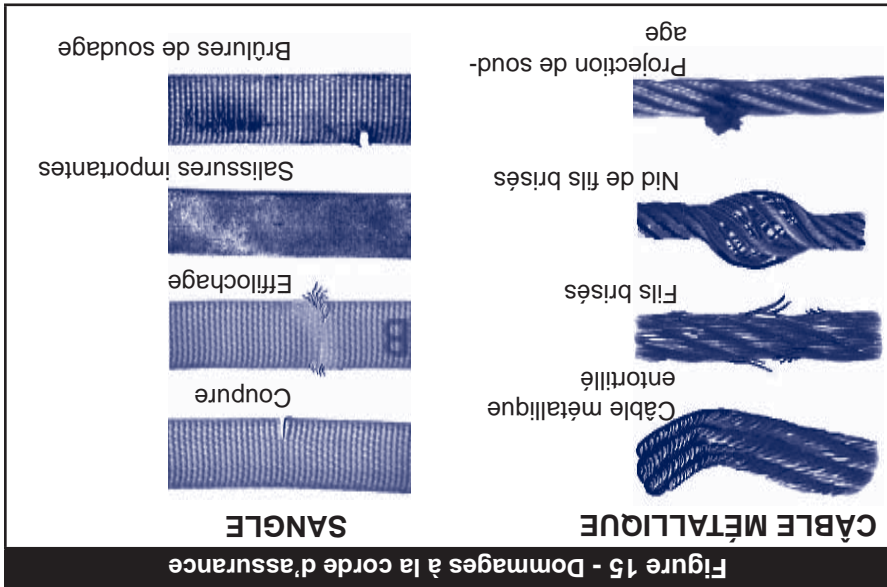

Figure 15 - Dommages à la corde d'assurance
- Etape 7.** Inspectez la corde d'assurance. Sur les modèles à câble métallique, vérifiez s'il y a des coupures, des entortillements, des fils brisés, des nids de fils brisés, de la corrosion, des projections de soudage, des parties abîmées par des produits chimiques ou des parties gravement abrasées (voir la figure 15). Coulissez le butoir du câble vers le haut et vérifiez si les vitrolles sont fissurées ou endommagées; vérifiez s'il y a